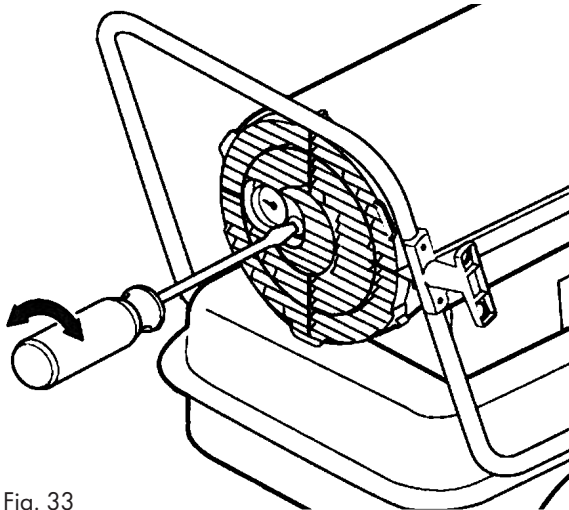

Fig. 33
- Utilisez un tournevis à lame plate pour tourner la valve, Voir fig. 33